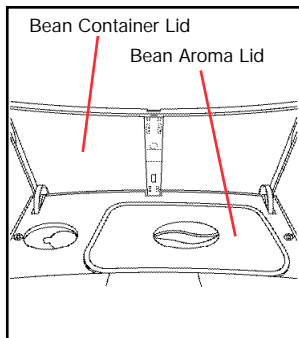

Fig. 4
16. Bean aroma lid (see Fig. 4)